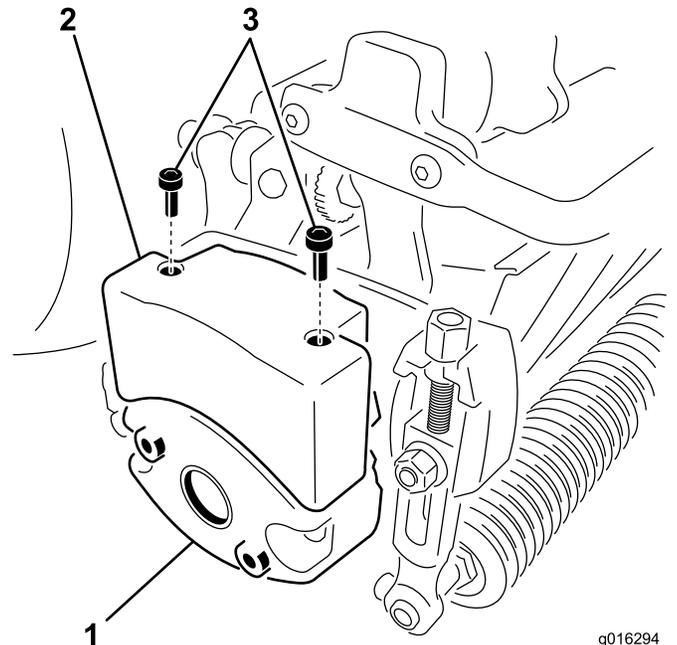

Figure 11
4. Retirez les 2 boulons de fixation de la masse à sur le côté gauche du plateau de coupe (Figure 11).
- Montez la masse supérieure sur la masse du plateau de coupe avec 2 vis à tête creuse (Figure 11).